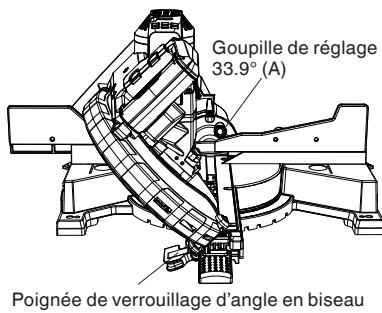

Fig. 28
6. Goupille de réglage 33.9° (A) pour moulure de corniche (Fig. 28)
- (1) Pousser la goupille de réglage d'angle en biseau (A) vers l'arrière de la machine.
- (2) Serrer la poignée de verrouillage d'angle en biseau.
- (3) Incliner la tête de coupe jusqu'à ce que la goupille de réglage (A) arrête l'angle en biseau à 33.9° sur l'échelle de biseaux.
- (4) Serrer la poignée de verrouillage d'angle en biseau pour verrouiller la tête de coupe sur la position. (voir Fig. 28)